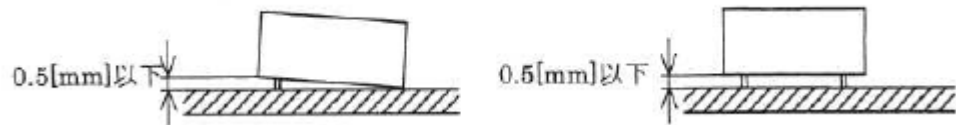

図5 部品の傾き
- ③ タクトスイッチ，トグルスイッチは，止まりがあるものは止まりまで差し込み，止まりがないものは密着して取り付けること。なお，浮き上がり限界は，図5に示すとおりとする。